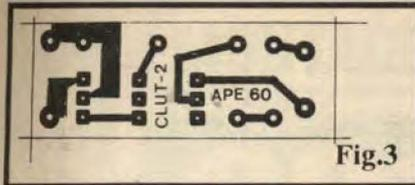

Fig.3
- FIG. 3 - LAY OUT DO CIRCUITO IMPRESSO ESPECÍFICO - Ainda mais simples do que o substrato da versão anterior da CAMPAINHA LUMINOSA P/ TELEFONE, em seu arranjo de ilhas e pistas (visto em escala 1:1 na figura...), o Circuito Impresso específico tem também cerca de *metade* do tamanho (área) daquele usado na dita versão (simplificação e economia, conforme "prometemos"...). O desenho é de facilíma reprodução, podendo o Impresso ser confeccionado com perfeição, mesmo pelos Leitores ainda não muito "práticos" no assunto... Nossas únicas recomendações são as de sempre: conferir com atenção, no final da confecção, buscando eventuais "curtos" ou falhas, que podem (devem...) ser facilmente corrigidos enquanto os componentes ainda não foram inseridos e soldados... Aos "começantes", recomendamos também uma consulta atenta às INSTRUÇÕES GERAIS PARA AS MONTAGENS (en-